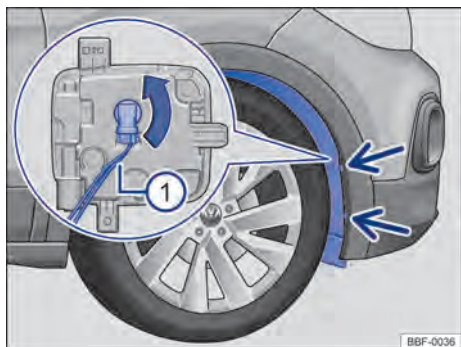

Fig. 131 Na caixa de roda dianteira: acesso à lâmpada incandescente do farol de neblina.
- ① Observar a lista de controle e executar as ações → Página 174.
- ② Remover os parafusos de fixação do revestimento da caixa de rodas → Fig. 131 (setas) com o auxílio de uma chave de fenda.
- ③ Pegar o revestimento da caixa da roda pelos cantos entre os furos dos parafusos de fixação soltos e pressionar um pouco para o lado interno do veículo, para poder soltar o clipe de dentro.
- ④ Rebater com cuidado o revestimento da caixa de roda para o lado.
- ⑤ Retirar o conector de alimentação da lâmpada → Fig. 131 ①, pressionar, ao mesmo tempo, a trava de fixação do conector.
- ⑥ Girar o soquete da lâmpada → Fig. 131 (seta), no sentido anti-horário até o batente, e desencaixá-lo do alojamento.
- ⑦ A lâmpada do farol de neblina está fixada no soquete, devendo ser trocado o conjunto lâmpada e soquete.
- ⑧ Substituir a lâmpada incandescente queimada por uma lâmpada incandescente nova do mesmo modelo.
- ⑨ Pressionar o soquete da lâmpada no farol e girar no sentido horário até o batente.
- ⑩ Certificar-se de que o soquete está corretamente fixado no farol.
- ⑪ Encaixar o conector de alimentação → Fig. 131 ① no soquete da lâmpada. o conector precisa encaixar audivelmente.
- ⑫ Rebater de volta o revestimento da caixa de roda, de modo que o clipe de dentro se encaixe.
- ⑬ Recolocar os parafusos de fixação → Fig. 131 (setas) e apertá-los.